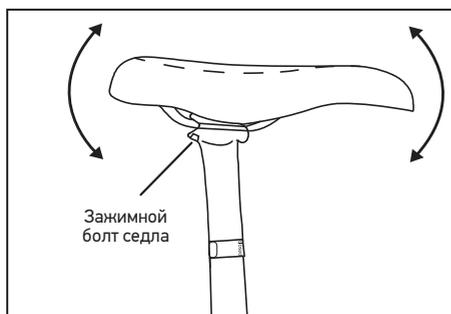

Рис. 30: Болты и регулирование седла
1. Открутить зажимной болт седла (Рис. 30), чтобы можно было сместить седло.